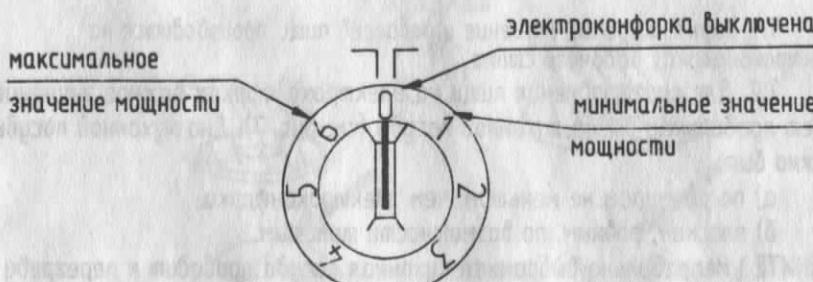

Рис. 8
7.4. Мощность двух правых электроконфорок и передней левой, диаметром 145 мм, регулируется семипозиционными переключателями мощности поз.6 (рис.2). Для того, чтобы включить одну из этих электроконфорок и установить требуемую мощность, необходимо повернуть ручку переключателя в одно из шести положений (см. рис. 8), вращая ее по часовой или против часовой стрелки. Положение 6 соответствует максимальной мощности.
Примечание. Вместо бесступенчатого переключателя мощности в электроплитке может быть установлен семипозиционный переключатель мощности (рис. 8)